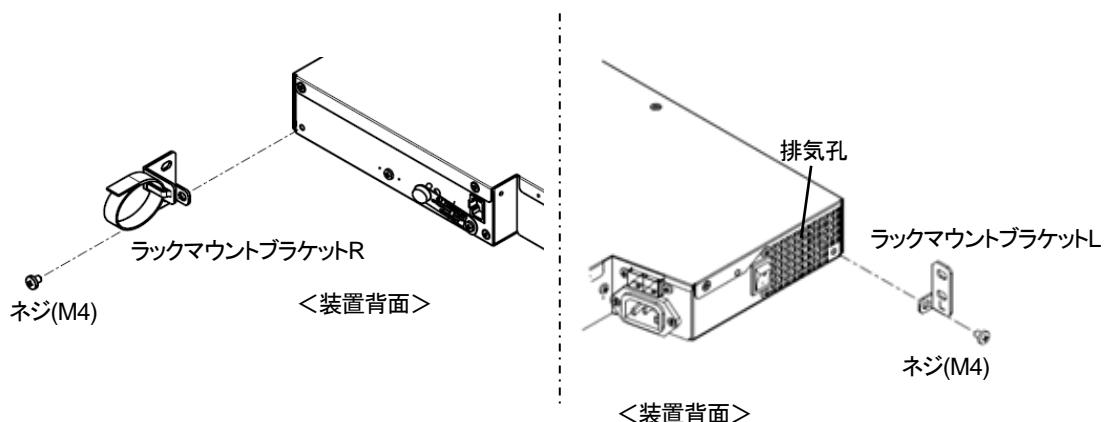

図 1-12 ラックマウントブラケットL/Rの取り付け
- 2) ネジ(M4)を使用してLとRを本製品背面にラックマウントブラケットLとRを固定します。(図 1-12参照)